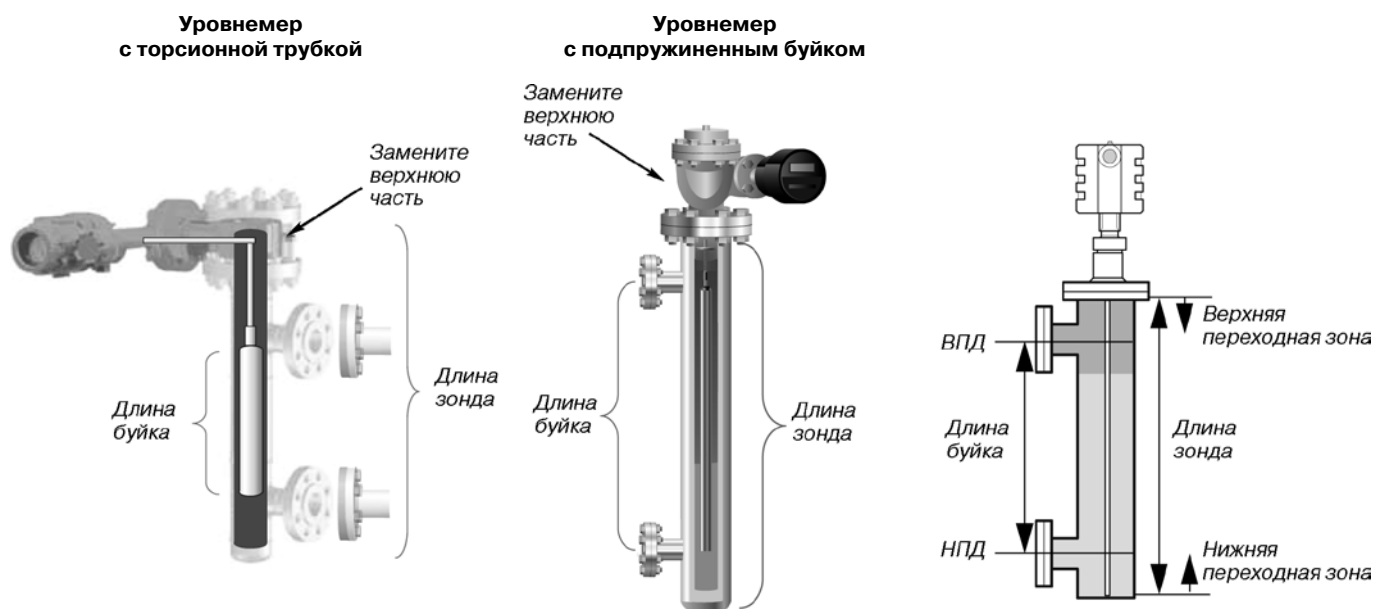

Рис.2. Определение типа буйкового уровнемера.
**4. По рис.2 определите тип буйкового уровнемера: с торсионной трубкой или с подпружиненным буйком.**
**5. Определите длину зонда.** Длина зонда определяется расстоянием от опорной поверхности фланца до дна камеры (внутренняя полость камеры), как показано на рис.2 и в табл.1. Зонд должен быть практически равен длине камеры, но при этом не должен касаться ее дна. Между концом зонда и дном камеры должен оставаться небольшой зазор (от 12 до 25 мм).